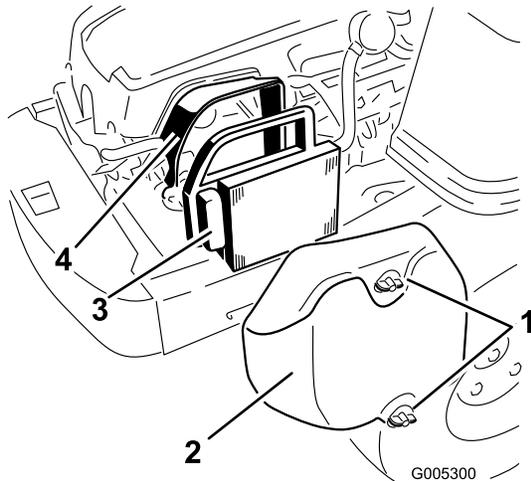

Bild 24
1. Entfernen Sie die Luftfilterabdeckung (Bild 24).
2. Nehmen Sie den Luftfiltereinsatz mit der integrierten Gummidichtung heraus (Bild 24).
5. Setzen Sie den Luftfiltereinsatz mit der gefalteten Seite nach außen ein, setzen Sie die Gummidichtung auf die Kanten der Luftfilterunterseite (Bild 24).
6. Setzen Sie die Luftfilterabdeckung ein und befestigen Sie sie mit den zwei Handrädern (Bild 24).